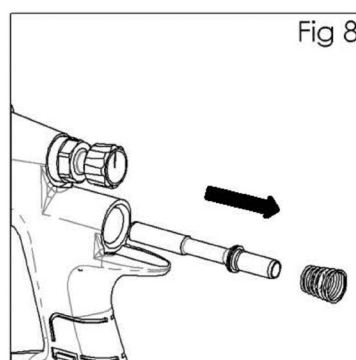

Fig 8
6. Retirez le ressort (21) et la tige de soupape (20). (Voir fig. 8)